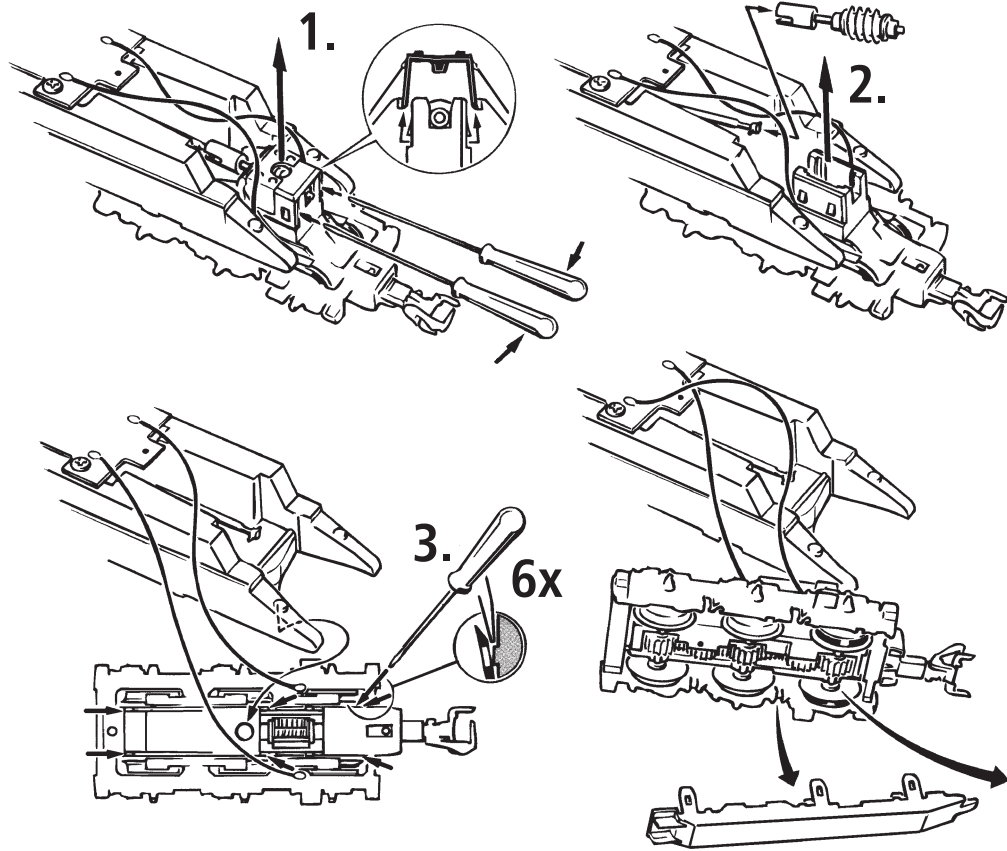
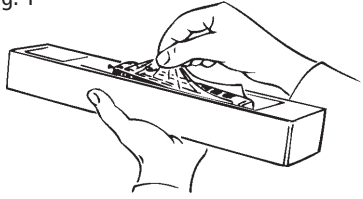

Fig. 8
Fig. 2
**2. Schmierung:** Versehen Sie die im Schmierplan in Fig. 6 gekennzeichneten Stellen mit nur **kleinen Öltropfen**. Dazu zuerst das Lokgehäuse abnehmen (Fig. 2). Wir empfehlen den RO-CO **Öler Art.-Nr. 10906**. Fürs Schmieren der Getriebeteile (Zahnräder, Schnecke) empfehlen wir das **ROCO-Spezialfett Art.-Nr. 10905**. Im Falle der Schmierung diese Teile **nicht ölen**.
**4. Kohlebürstenwechsel:** Lokgehäuse abnehmen (Fig. 2). Danach wird der Motor ausgebaut und die Kohlebürsten ausgewechselt (Fig. 8).
**2. Lubrication:** Apply **tiny oil drops** to spots marked in fig. 6. Prior to lubrication dismantle locomotive (fig. 2). We recommend using item no. **10906, Roco oiler**. For lubrication the gearparts (e.g. cogwheels, worm) we should recommend our Roco **special grease** (item no. **10905**).
**4. Carbon Brush Changing:** First remove loco body (fig. 2), and then the motor (fig. 8).
**2. Graissage:** N'appliquez **qu'une tout petite goutte** aux endroits indiqués par le plan de graissage (fig. 6) après avoir démonté la caisse de la locomotive (fig. 2). Nous vous recommandons **le graisseur à huile Roco réf. 10906**. Pour graisser les engrenages (roues dentées, vis sans fin) nous vous conseillons la **graisse spéciale Roco réf. 10905** pour engrenages en matières synthétiques. Lorsque vous utilisez cette graisse il faut éviter d'huiler ces composants.
**4. Remplacement des balais du moteur:** Démontez la caisse (fig. 2). Démontez ensuite le moteur et échangez le balais (fig. 8).